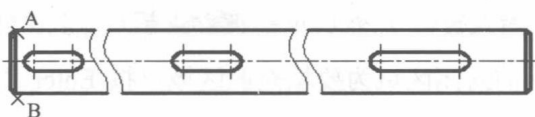

图 1.1.14 绘制倒角轮廓线
(4) 绘制直线。选择下拉菜单 **绘图(D)** → **直线(L)** 命令, 分别选取图 1.1.14 所示的点 A 与点 B, 按 Enter 键结束直线的绘制。
(5) 参照以上步骤, 完成右侧倒角处轮廓线的绘制。